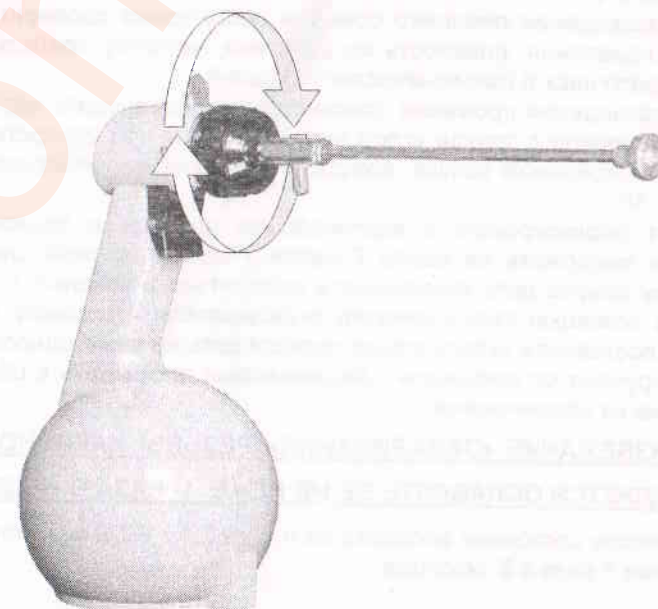

Рисунок 9 Отвинчивание накидной гайки
- придерживая сосуд 7, ослабьте резьбовое соединение, провернув накидную гайку 3 на пол-оборота по часовой стрелке, как показано на рис. 9;